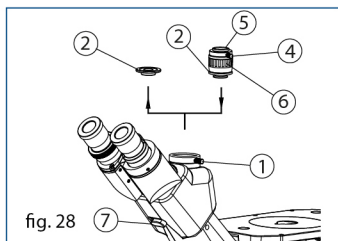

fig. 28
1. (Fig. 28) Afloje el tornillo de bloqueo (1) del tubo fotográfico y retire la tapa (2)
2. Retire ambas tapas del adaptador de montura C (3), coloque el adaptador en el tubo fotográfico y sujételo con el tornillo (1)
3. Fijar la cámara al soporte C (5)
4. Ajuste la imagen mientras mira a través de los oculares, luego tire de la palanca de la trayectoria de luz (7) hacia la izquierda. Ahora puede ver la imagen producida por la cámara. Si no está clara, puede ajustar la longitud del adaptador de montura C (6) hasta que la imagen esté enfocada